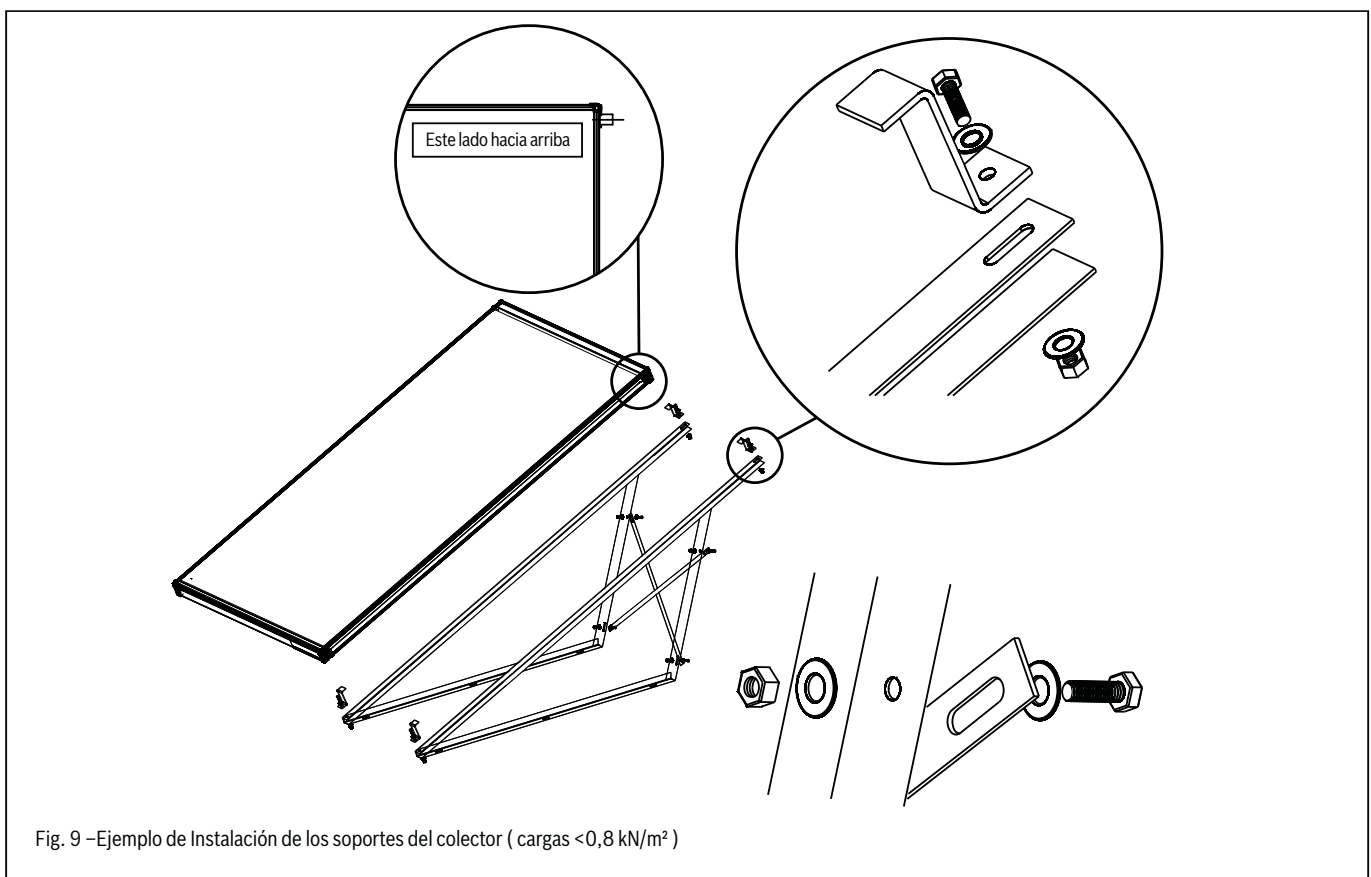

Fig. 9 -Ejemplo de Instalación de los soportes del colector (cargas <math><0,8 \text{ kN/m}^2</math>)
• Si existen tejados/azoteas colindantes, con altura diferente y con una inclinación mayor a 15°, se debe considerar una distancia de seguridad para evitar escurrimiento de cargas de nieve sobre el colector. La distancia de seguridad dependerá de la diferencia de altura entre ambos tejados/azoteas de acuerdo a la siguiente fórmula (fig. 9) $l_s = 2 \times h$